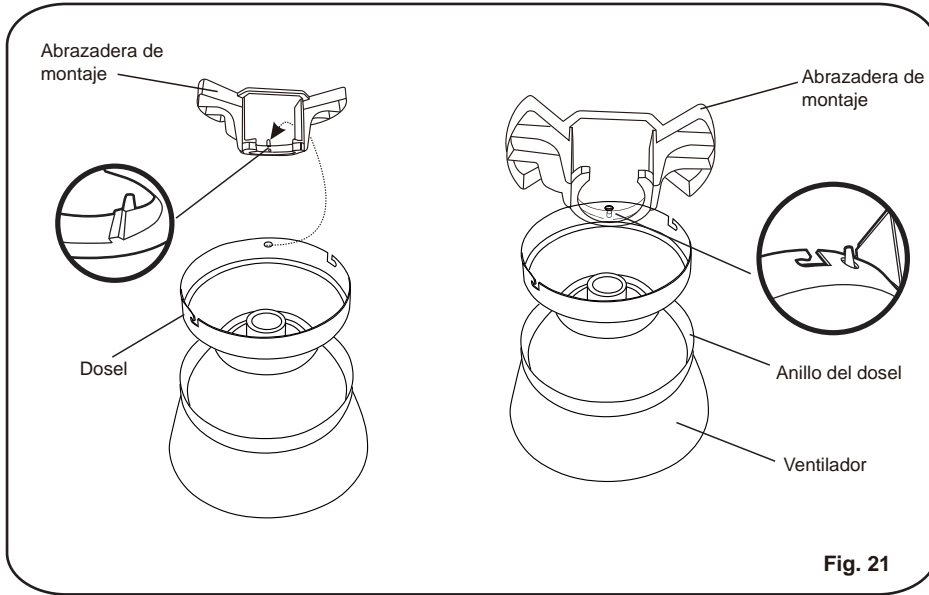

Fig. 21
Paso 6. Para preparar el cableado del ventilador, cuelgue el ventilador en el soporte colgante deslizando la cubierta sobre la pestaña del soporte colgante. (Use uno de los agujeros no ranurados en el borde de la cubierta) (Fig. 21)